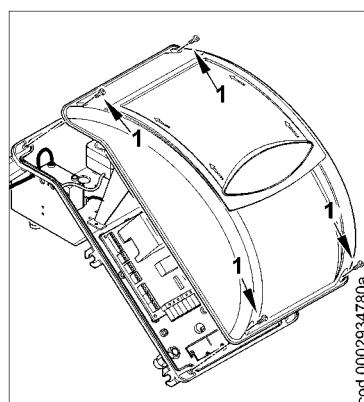
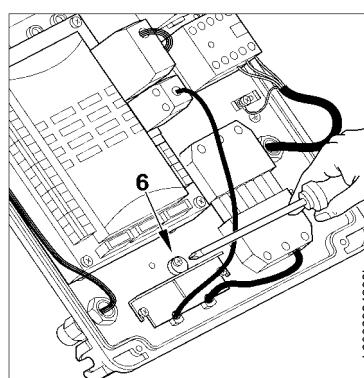

Figura 1
Figura 3
- 1) Quitar la tapa quitando los 4 tornillos (1) de la figura 1, sin quitar la tapita transparente. De esta manera se puede acceder al cuadro eléctrico del quemador.
- 2) Aflojar los tornillos (2) y después de haber quitado la plaqüita que aprieta los cables (3), pasar las dos clavijas de 7 y 4 polos (véase la figura) por el agujero. Conectar los cables de alimentación (4) al telerruptor, fijar el cable de tierra (5) y apretar los sujetacables en cuestión.
- 3) Volver a poner la plaqüita sujeta cables como indica la figura 3. Girar la excéntrica (6) de manera que la plaqüita ejerza una adecuada presión en los dos cables y luego apretar los tornillos que sujetan la plaqüita. Por último conectar las dos clavijas de 7 y 4 polos.